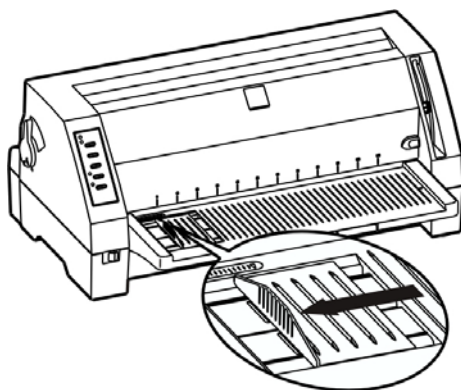

图 3-3 调整挡纸板位置
4. 根据打印机盖子左边的标示调整挡纸板位置。有效打印起始位置标示在机盖左下方“0”位置（如图 3-3 所示）。